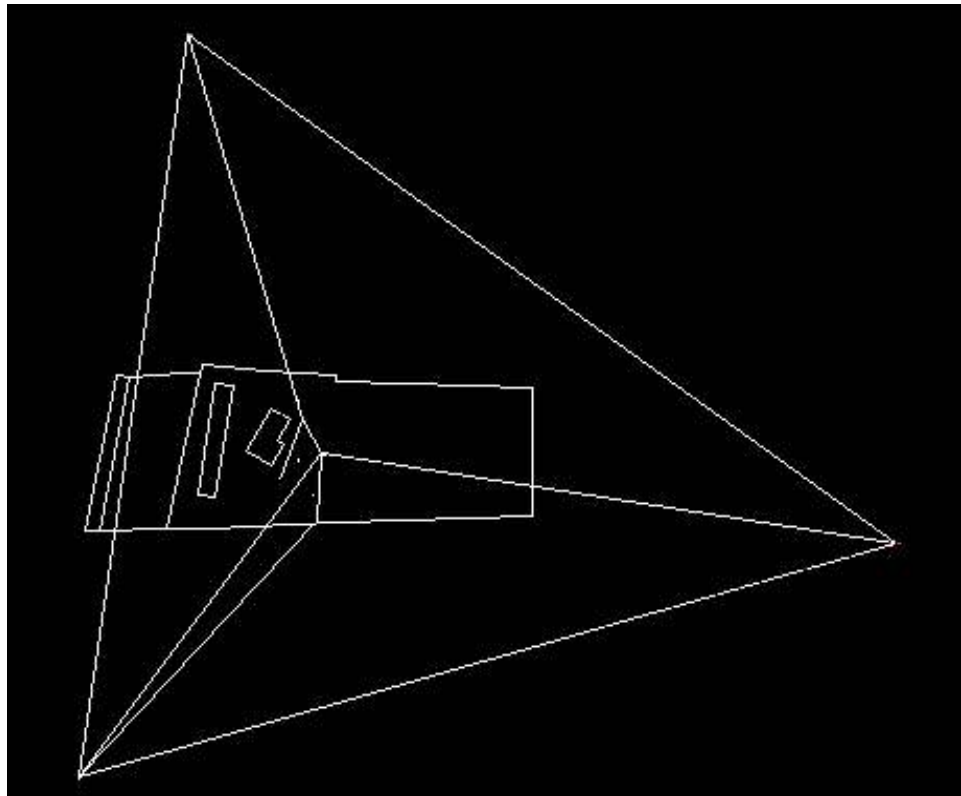

FIGURA 9.29
11) In figura 9.29, possiamo notare le particelle prelevate con la digitalizzazione della mappa sul raster, e sovrapposte a dei fabbricati rilevati in campagna.